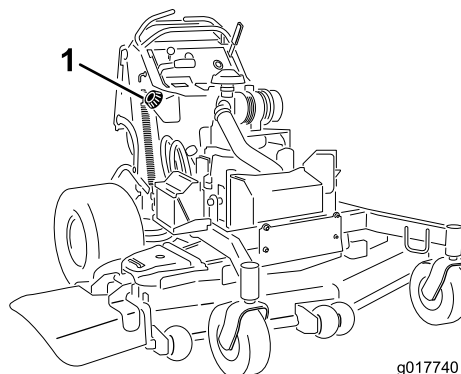

Figura 48
5. Usando la bomba tipo sifón, vacíe el combustible en un recipiente de combustible limpio (Figura 48).